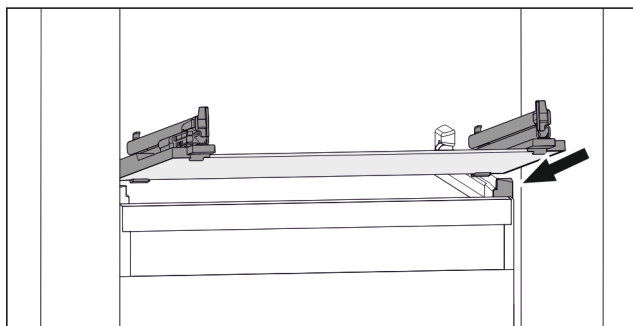

Fig. 74 Exempel på glashylla
- Sätt på glashylla i vinkel bakom stoppklackarna. (se Fig. 74)